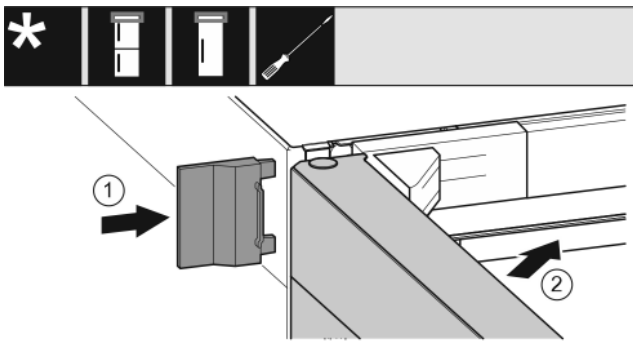

Fig. 23
- Надвиньте внешнюю крышку. Fig. 23 (1)
- Закройте верхнюю дверь. Fig. 23 (2)